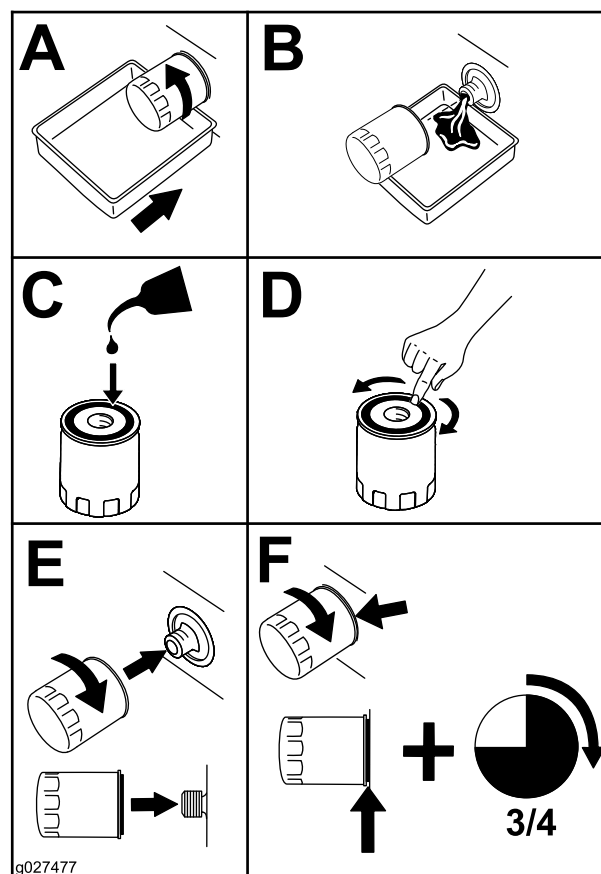

Figura 51
4. Înlocuiți filtrul de ulei de motor conform indicațiilor din Figura 51.